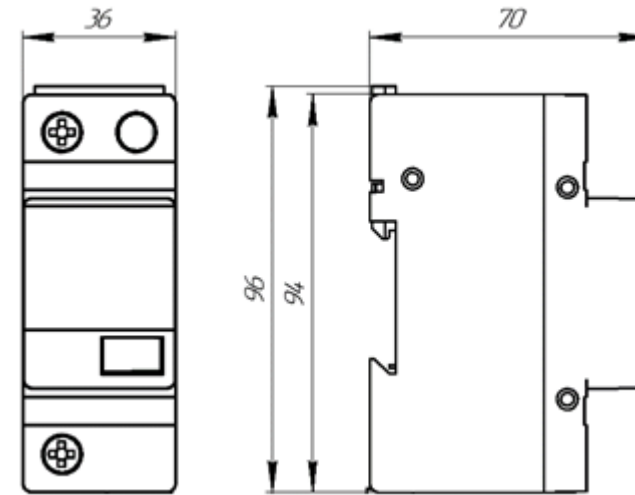
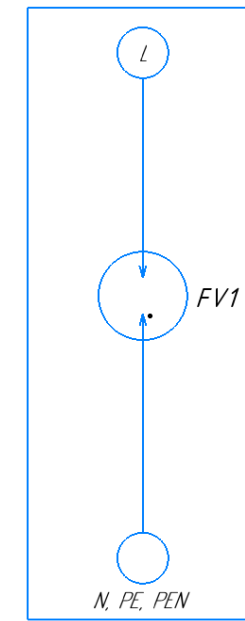

Рисунок 1 - Габаритные размеры УЗИП
Рисунок 2 - Принципиальная электрическая схема УЗИП
1.4.3 Габаритные размеры УЗИП представлены на рис. 1. Принципиальная электрическая схема УЗИП представлена на рис. 2.